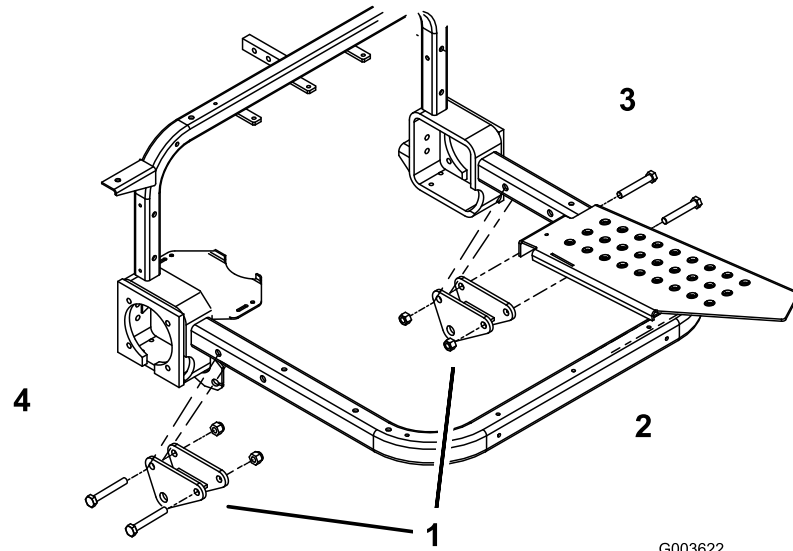

图 22
2. 使用 2 个螺栓  $\frac{1}{2} \times 3\frac{1}{2}$  英寸和锁紧螺母  $\frac{1}{2}$  英寸将安装支架组件松散地固定到左右脚踏管。调整安装支架组件和螺栓的位置如图 22 所示。